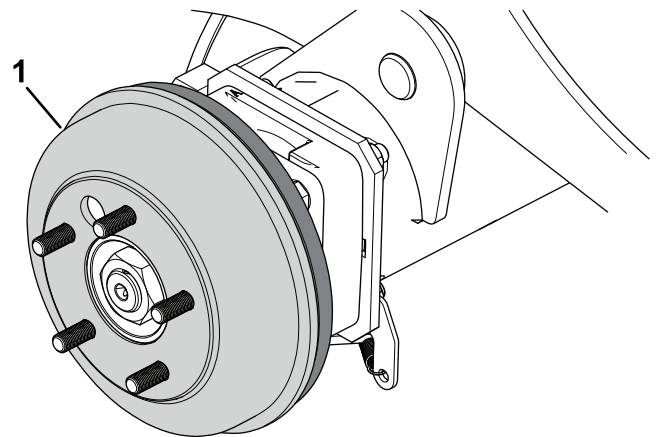

Bild 75
4. Entfernen Sie die Bremstrommeln (**Bild 75**) von Hand.